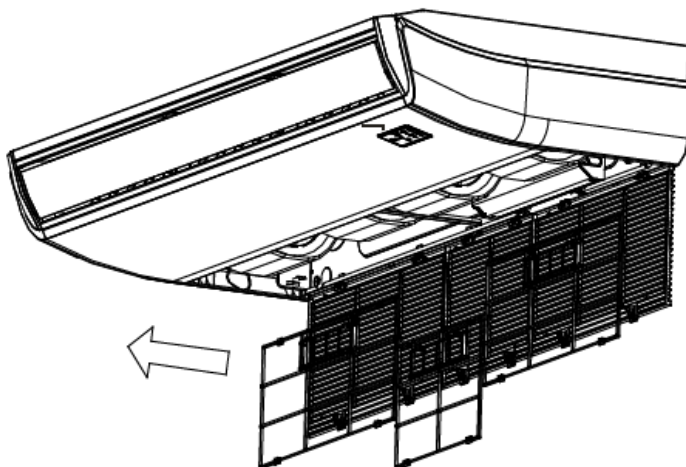

Fig.6-3
- Scoateți direct filtrul de aer din admisia de aer conform indicațiilor din *Fig. 6-3*.
- Reinstalați filtrul de aer în ordinea inversă a *Fig. 6-3*.